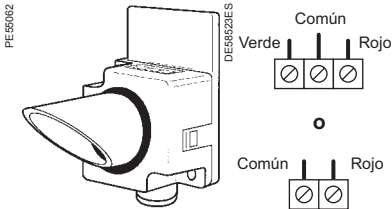

Fig. 7
- una caja externa estándar (fig. 7), fijación mural con 2 tornillos  $\varnothing$  4 mm,